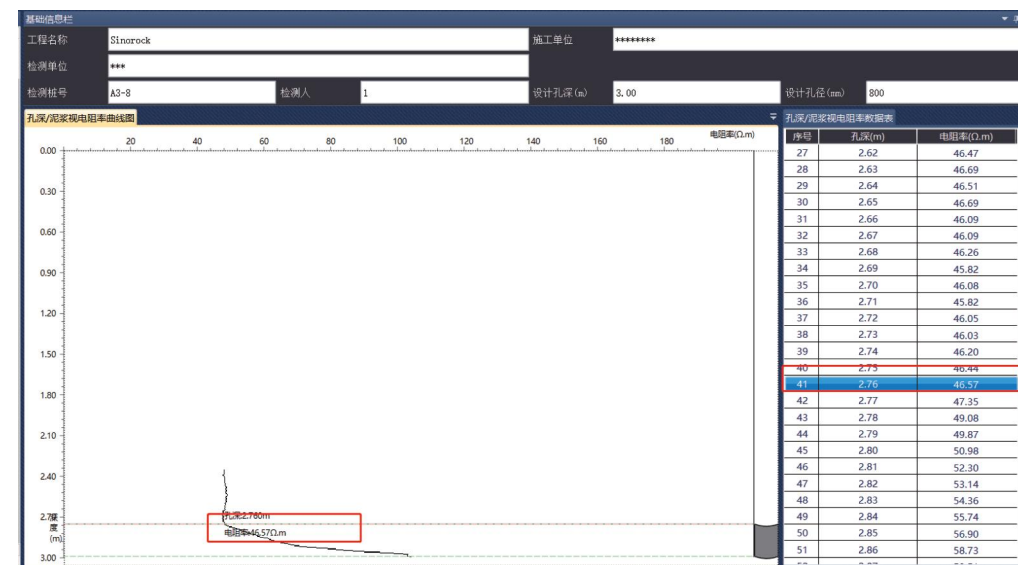

图7-7 确定沉渣厚度
3、确定沉渣厚度：在电阻率变化位置按住键盘“Ctrl”键，鼠标左键点击该位置，即可确定沉渣厚度。还可以在右边数据列表中，找到电阻率变化的位置的那一行，在该位置点击鼠标右键，确定沉渣厚度。如下图7-7所示。